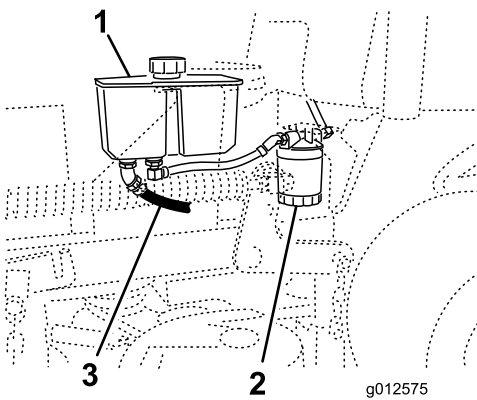

Figura 75
4. Localize o tubo frontal hidráulico sob o depósito hidráulico e coloque um recipiente sob o depósito (Figura 75).